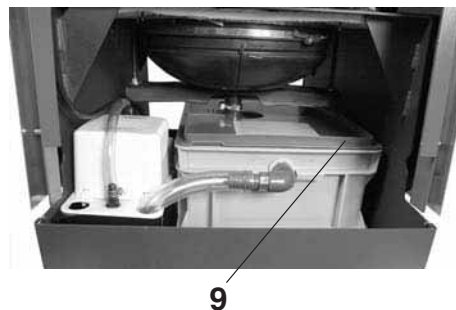

Fig. 30
11. Apporre il coperchio anteriore (9, fig. 30) del box di neutralizzazione.